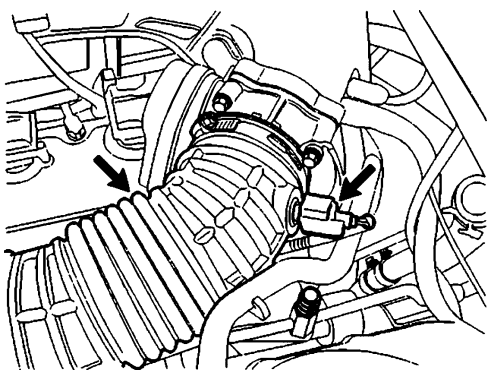

图 16-16 断开进气温度传感器插接器和进气软管
- 6) 如图 16-16 所示, 断开进气温度传感器插接器和进气软管。